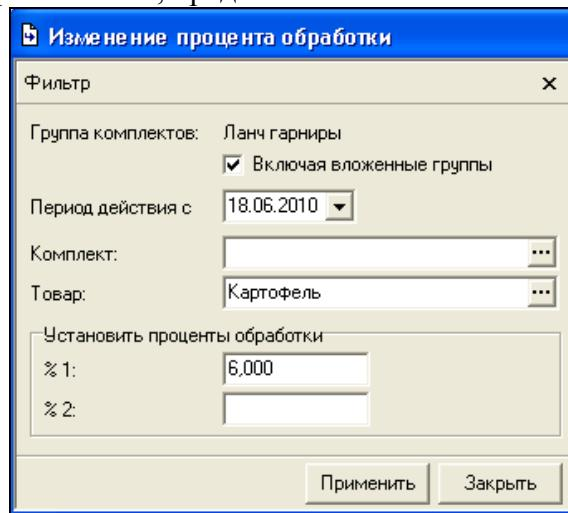

Рис. 80
*Изменить % обработки...* - данная функция позволяет одновременно изменить процеты обработок в группе комплектов. При выборе данного пункта контекстного меню на экране откроется окно, представленное на Рис. 80.